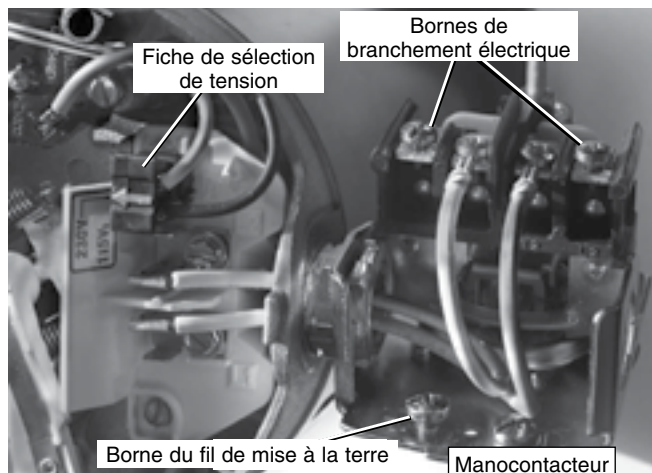

Figure 8 : Tension réglée à 230 volts sur sélecteur à fiche
4. Fixer les fils d'arrivée de courant aux deux vis extérieures du manostat (figure 8).
5. Relier le fil de terre à l'une des bornes de mise à la terre (figure 8).